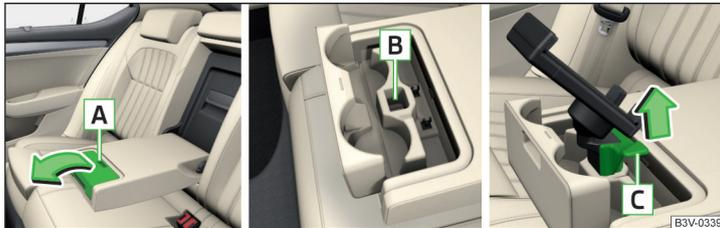

Abb. 137 Ablagefach öffnen / Staufach für Halter / Halter abnehmen
- Zum **Einsetzen** den Deckel an der Aussparung **A** fassen und in Pfeilrichtung aufklappen » Abb. 137.